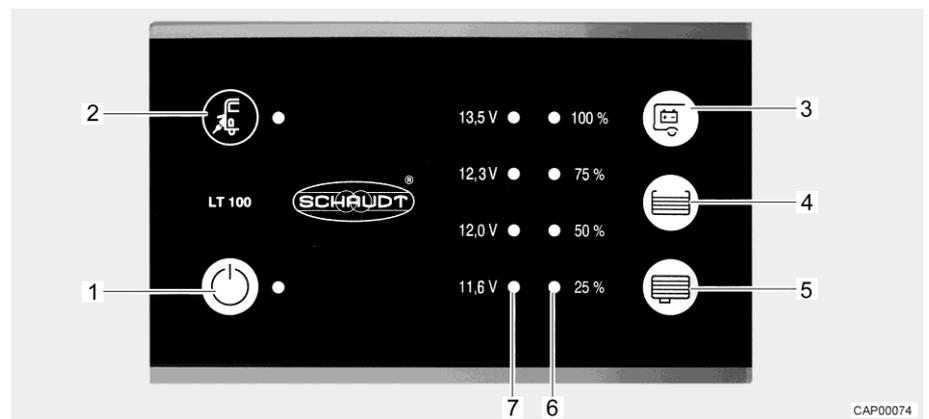

Bild 45 Panel (LT 100)
Die gelbe LED beim Symbol Netzanschluss "⚡" (Bild 45,2) leuchtet, wenn das Fahrzeug an eine externe Netzversorgung angeschlossen ist. Die LED leuchtet dann auch bei ausgeschaltetem Panel.
Der 12-V-Hauptschalter (Bild 45,1) schaltet das Panel und die 12-V-Versorgung des Wohnraums ein und aus.
Einschalten: ■ Schalter "☉" (Bild 45,1) drücken: Die 12-V-Versorgung des Wohnraums ist eingeschaltet. Die LED leuchtet grün.
Ausschalten: ■ Schalter "☉" (Bild 45,1) erneut drücken: Die 12-V-Versorgung des Wohnraums ist ausgeschaltet. Die LED erlischt.
Die LED-Skala (Bild 45,7) zeigt die Batteriespannung der Wohnraumbatterie wie folgt an:
Batteriespannung anzeigen: ■ Taste "☉" (Bild 45,3) drücken: Die Batteriespannung der Wohnraumbatterie wird angezeigt.
Die LED-Skala (Bild 45,6) zeigt den Füllstand des Frischwassertanks oder des Abwassertanks an.
- Füllstand anzeigen:** Taste "☰" (Bild 45,4) drücken: Der Füllstand des Frischwassertanks wird durch leuchtende LEDs angezeigt.
- Taste "☷" (Bild 45,5) drücken: Der Füllstand des Abwassertanks wird durch leuchtende LEDs angezeigt.